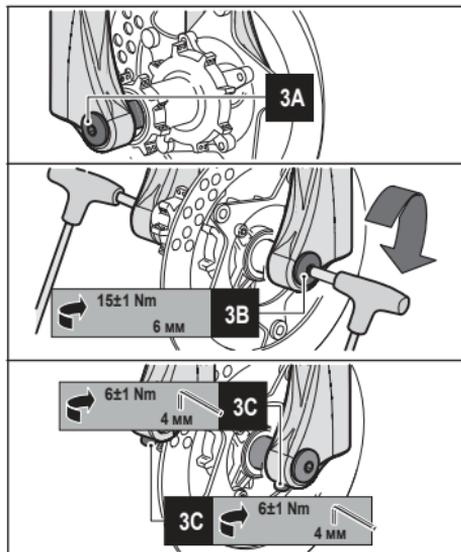

Рисунок 3 – Установка колеса на вилку Ø32 с осью диаметром 20 мм
- Установите колесо таким образом, чтобы ось совпала с крепежами вилки (См. **3А Рисунок 3**).
- Вставьте ось с правой стороны сквозь крепеж вилки, втулки колеса и закрепите специальным болтом слева. (См. **3А Рисунок 3**).
- Затяните болты оси усилием  $15 \pm 1$  Nm, используя шестигранный 6мм. (См. **3В Рисунок 3**).
- Затяните болты, фиксирующие ось на «штанах» вилки, используя шестигранный 4 мм с усилием  $6 \pm 1$  Nm (См. **3С Рисунок 3**).